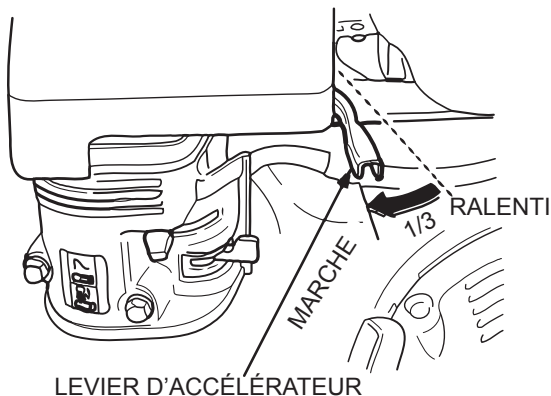

Figure 7. Throttle Lever (1/3 Start Position)
2. Déplacer le levier d'accélérateur (Figure 7) loin de la position lente, environ 1/3 du chemin vers la position rapide.